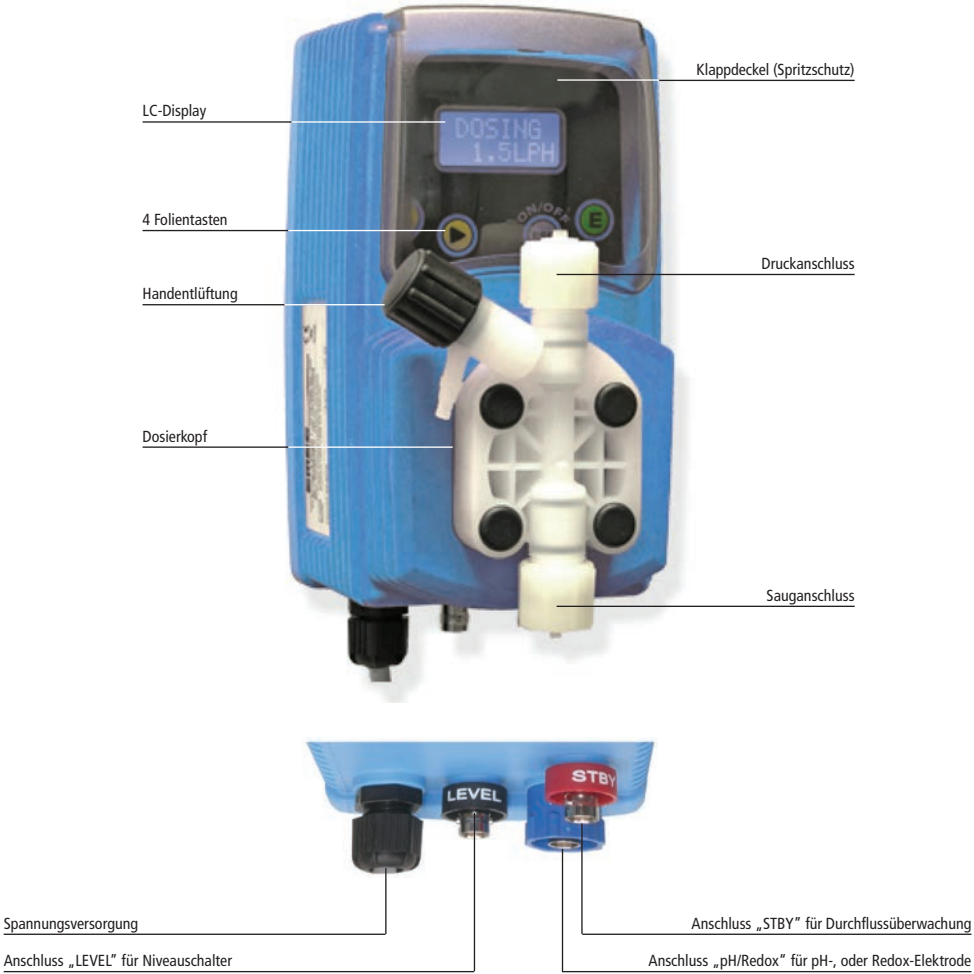

Abb. 2.3 Gerätebeschreibung
- Schließen Sie den BNC-Stecker des Leermelders an den Anschluß „LEVEL“ der Dosierpumpe an (siehe Abb. 2.3).